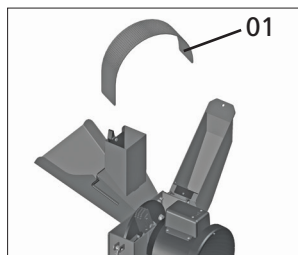
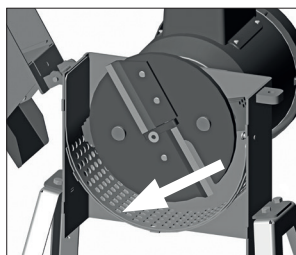
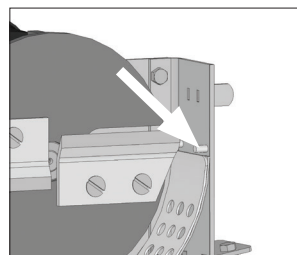

Fig. 09
Fig. 10
Fig. 11
Comience la instalación de la zaranda por el lado curvo (1), [Fig. 09]. Abra la tapa y ponga la zaranda de forma que su curvatura se apoye completamente en las guías internas del cuerpo de la máquina [Fig. 10]. Una de las puntas de la zaranda se debe apoyar en el pasador del fin de curso y la otra quedará ajustada con la tapa de cierre del equipo, permitiendo que la zaranda se asiente [Fig. 11]. Finalmente, cierre la tapa.